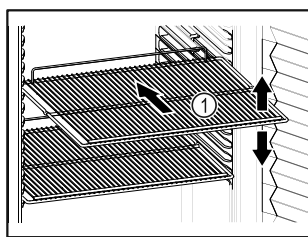

Fig. 40 Voorbeeld
- ❑ Als draagplateaus Fig. 40 (1) verstelbaar zijn, kunnen deze in de hoogte worden aangepast.